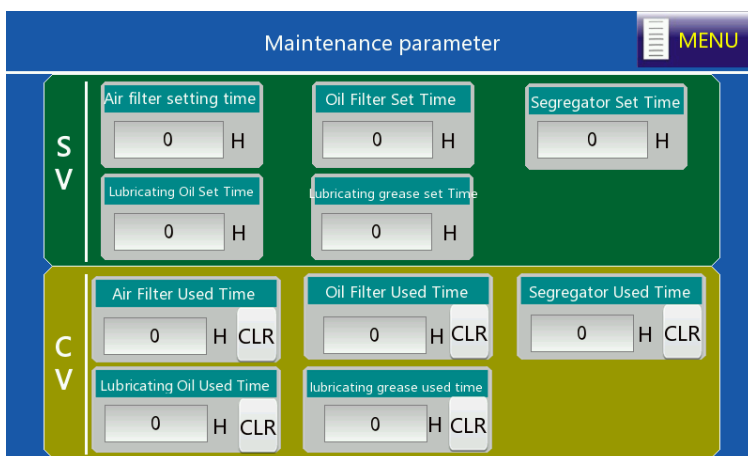

Рис. 4-11 Интерфейс параметров обслуживания
7. Выберите параметр обслуживания в меню. Отображается интерфейс, показанный на рис. 4-11..